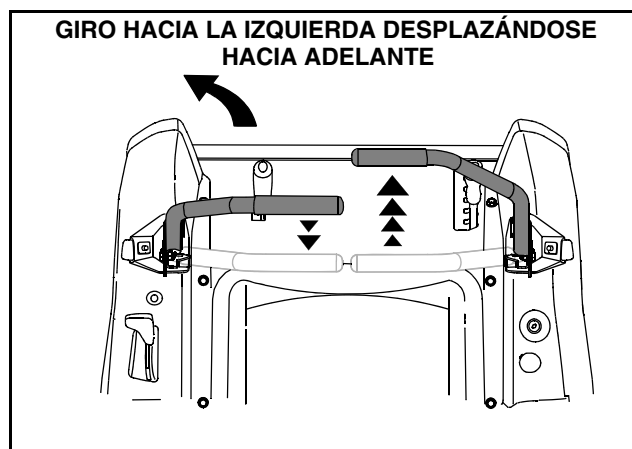

Figura 13
- Para girar a la izquierda, mueva la palanca de control del lado izquierdo hacia atrás respecto de la palanca derecha. Vea Figura 13.